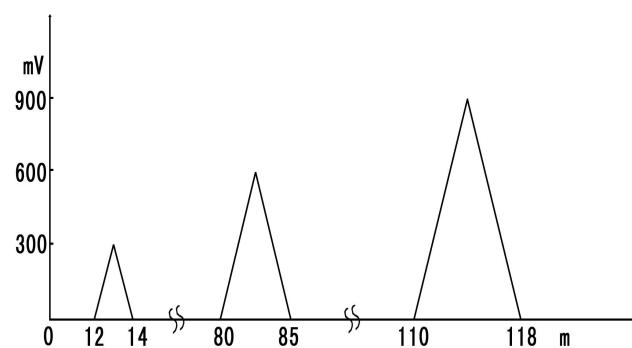

图15 破损点大小曲线图
(1) 数字直读法：该法在检测时，保持一定的静态信号，300mV 以内不能判断为破损点，这是由于土壤干湿变化、管道防腐层过薄，管道埋土深度变化检测人员偏离管位等因素引起，一般认为 300–600mV 为防腐的微小缺陷，600–900mV 为防腐层中等破损，900mV 以上应开挖修理的大破损。
(2) 辐射距离法：此法是按泄漏点处辐射距离直径来划分的：一般小漏点辐射距离直径在 2M 之内，大漏点辐射距离直径在 5m 以上，中等漏点辐射距离直径位于大小漏点两者之间。
(3) 统计图形法：若以泄漏电位与辐射距离两因素作图，在漏点的上方会出现一个个三角形，三角形大小近似地反映了漏点的大小，如图 15 所示。